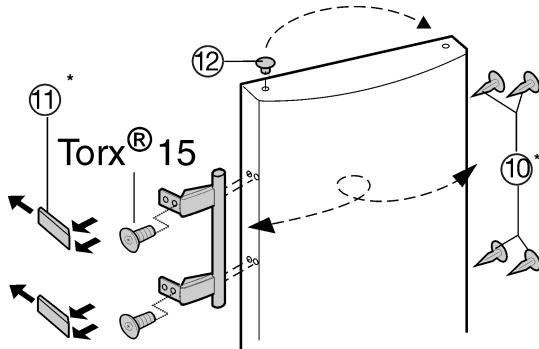

Fig. 8
- ▶ Stopfen Fig. 8 (12) aus der Türhagerbuchse herausheben und umsetzen.
- ▶ Türgriff, Stopfen Fig. 8 (10) und Druckplatten Fig. 8 (11) abmontieren und auf die Gegenseite umsetzen.